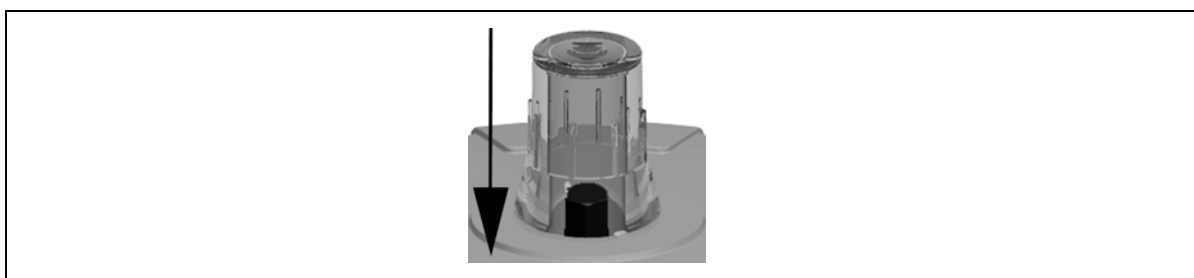

Fig. 22
- ▶ Au démontage : Mettre le servomécanisme en position „fermée“, voir Fig. 22